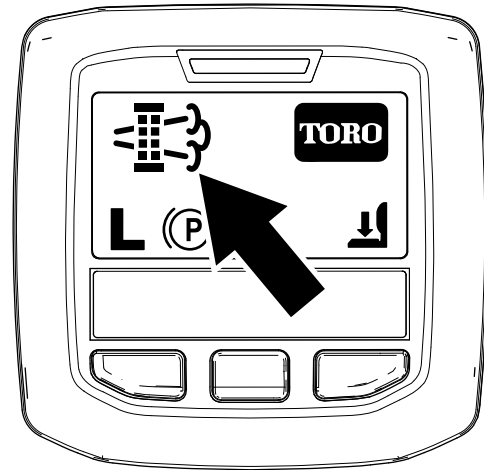

Рисунок 69
- Когда компьютер двигателя запрашивает стационарную или восстановительную регенерацию, на дисплее инфо-центра появляется значок запроса на регенерацию (Рисунок 69).